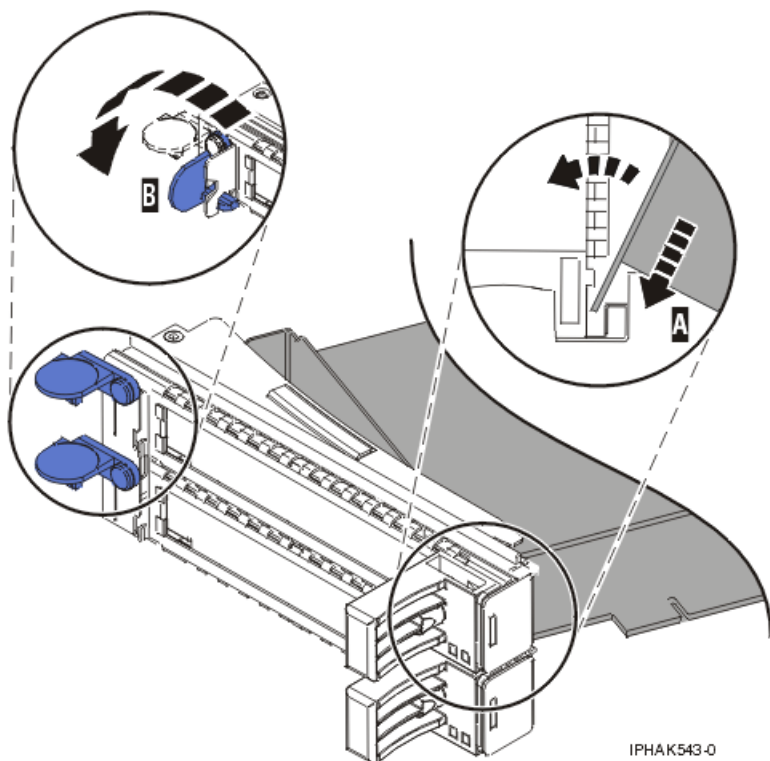

図 74. PCI アダプター・カセットに戻されたアダプター
- d. ピボット・ピン (C) を回して外し、安全な場所に置く。
- a. テール・ストック・クランプをオープン位置にして、アダプターをテール・ストック保持溝 A にしっかりと挿入する。87 ページの図 74を参照してください。
- d. アダプター保持具をアダプターを留める位置に合わせてから、保持クリップ (B) をクローズ位置まで回転する。図 74 を参照してください。